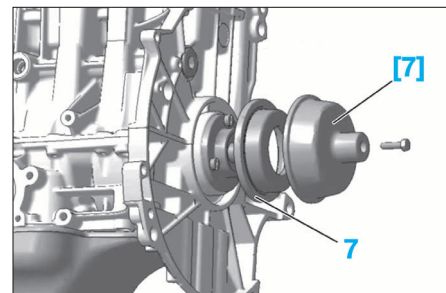

FIG. 54
- Remonter les joints de sortie de vilebrequin côté du volant moteur (7) en utilisant l'outil de diamètre appropriés [7] (Fig.54).